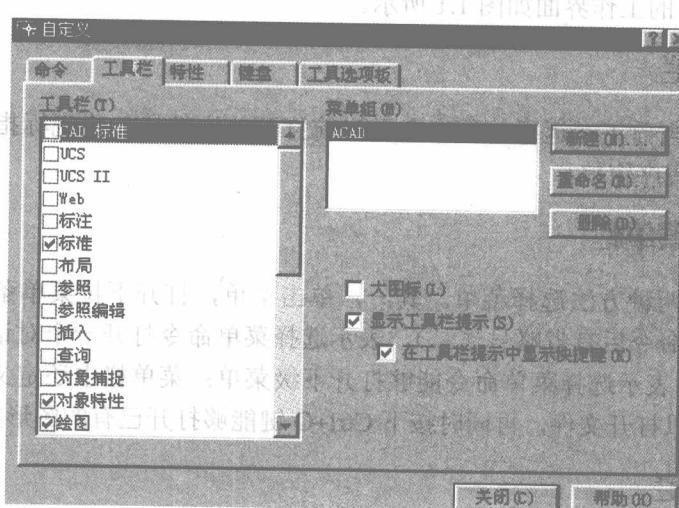

图 1.2 工具栏自定义对话框
- ① 单击“视图”菜单中的“工具栏”选项，打开自定义对话框，选取需要的工具栏。工具栏自定义对话框如图 1.2 所示。